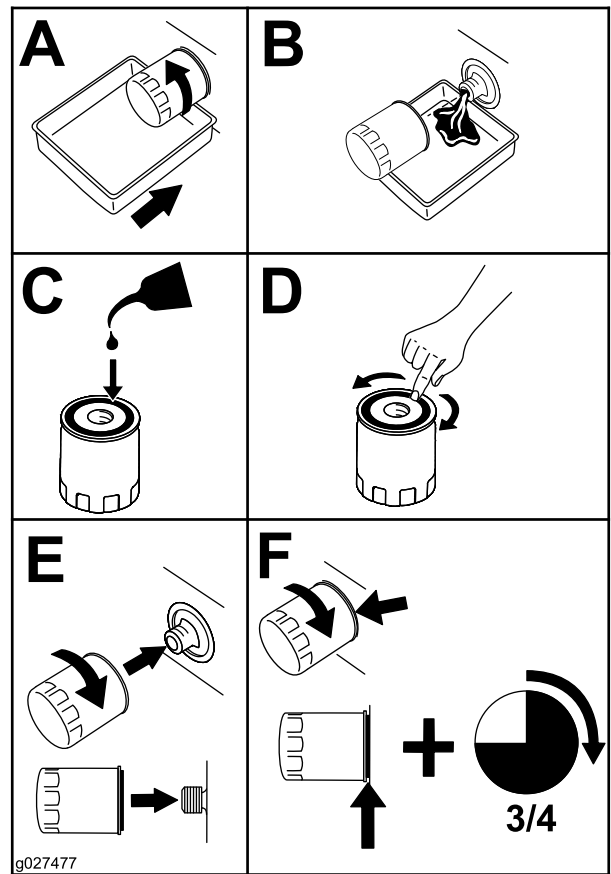

Figura 44
5. Sustituya el filtro de aceite del motor (Figura 44).